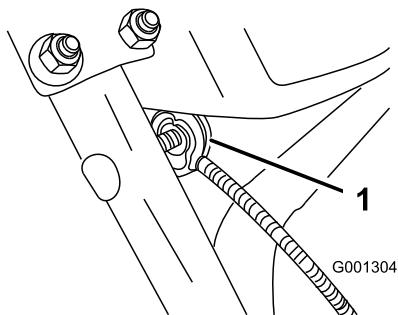

Figure 7
3. Retirez l'écrou et la rondelle du guidon, fixez le serre-câble sur le câble et le guidon, inserrez la rondelle et l'écrou, et serrez l'écrou à la main (Figure 7).